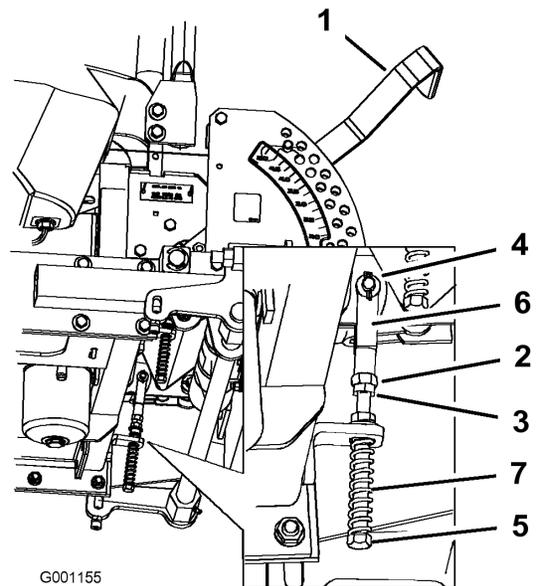

Figura 65
- 8. Si es necesario un ajuste, afloje la tuerca y la contratuerca contra la horquilla (Figura 65).
- 9. Aplique una ligera presión hacia atrás en la palanca de control de movimiento, gire la cabeza del perno de ajuste en el sentido apropiado hasta que la palanca de control esté centrada en posición de bloqueo/punto muerto (Figura 65).
- 10. Apriete la tuerca y la contratuerca (Figura 65).